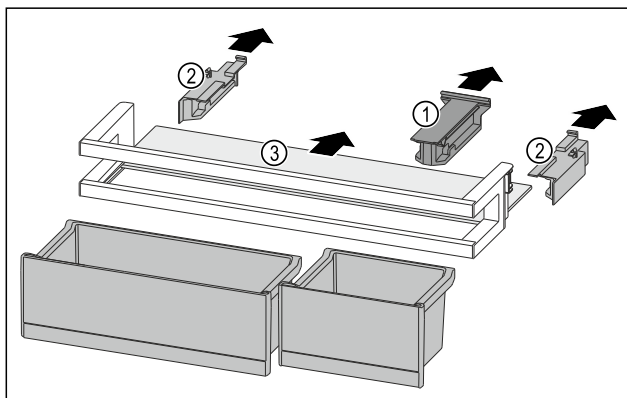

Fig. 85
- ▶ Držák Fig. 85 (1) stáhněte.
- ▶ Boční díly Fig. 85 (2) stáhněte.
- ▶ Odkládací plochu Fig. 85 (3) odeberte.